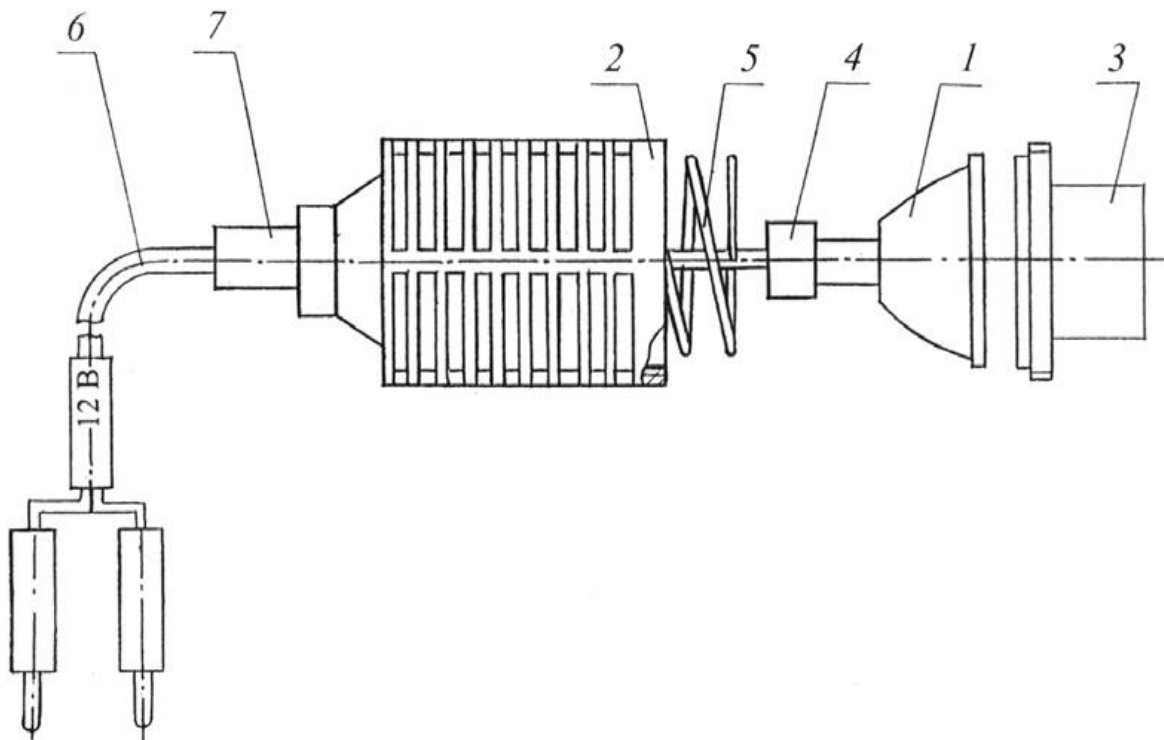

Abbildung 2
In Abbildung 2 wird der Illuminator zerlegt dargestellt. Er besteht aus Lampe 1, Gehäuse 2, die Befestigung der Lampe 3, Fassung 4, Feder 5, Kabel 6, Zugentlastung 7.
5.3 Im Falle des Defektes der Halogenlampe sollte man, unter den Bedingungen der im Abschnitt 2.3 aufgeführten Sicherheitsvorschriften die Beleuchtung wie in der Abbildung 2 gezeigt zerlegen. Nachdem die Zugentlastungshülse 7 entsprechend seiner Drehung im Uhrzeigersinn gelöst wurde, drücken Sie das Lampenkabel 6 nach innen und lösen die Fassung 4. Ersetzen Sie die Lampe in der Halterung mit einer neuen Lampe. Der Zusammenbau erfolgt in umgekehrter Reihenfolge.